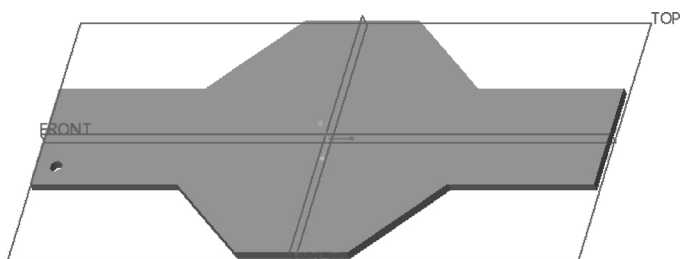

图 5-77 原始实体模型
1) 单击 (打开) 按钮, 弹出“文件打开”对话框。从随书光盘中的“CH5”文件夹中选择“bc_5_tczl_1.prt”, 单击“打开”按钮。该文件中存在的原始实体模型如图 5-77 所示。